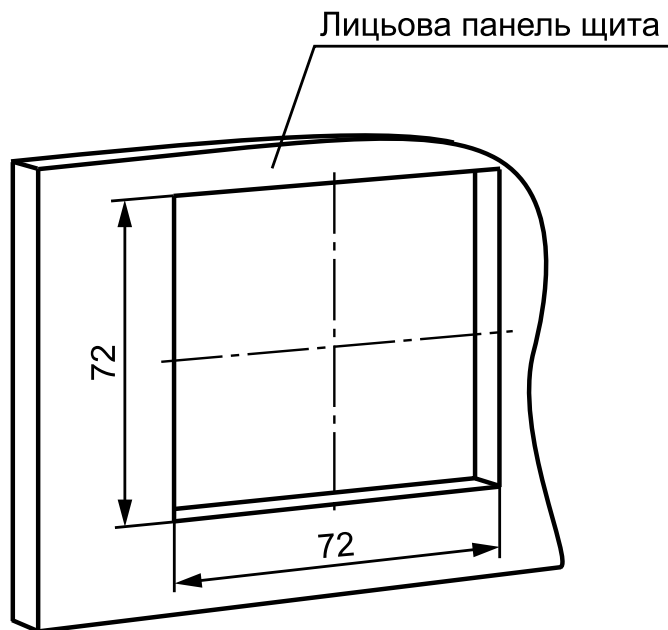

Рисунок 4.1 – Установчі розміри
1. Підготувати на дверях шафи установчий отвір з установчими розмірами (див. рисунок 4.1).